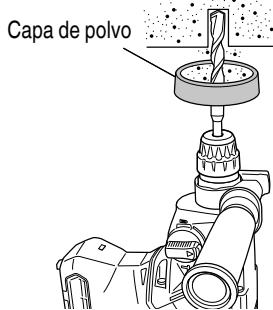
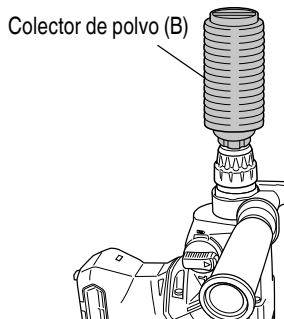

Fig. 13
Fig. 14
4. Cuando instale la copa de polvo o el lector de polvo (B) (Accesorios facultativos) (Fig. 13, Fig. 14)
Emplee la copa de polvo instalando la broca como se muestra en la Fig. 13.
- Instalación del colector de polvo (B)
Para emplear el colector de polvo (B), insértelo desde la punta de la broca alineándolo con la ranura de la empuñadura. (Fig. 14)